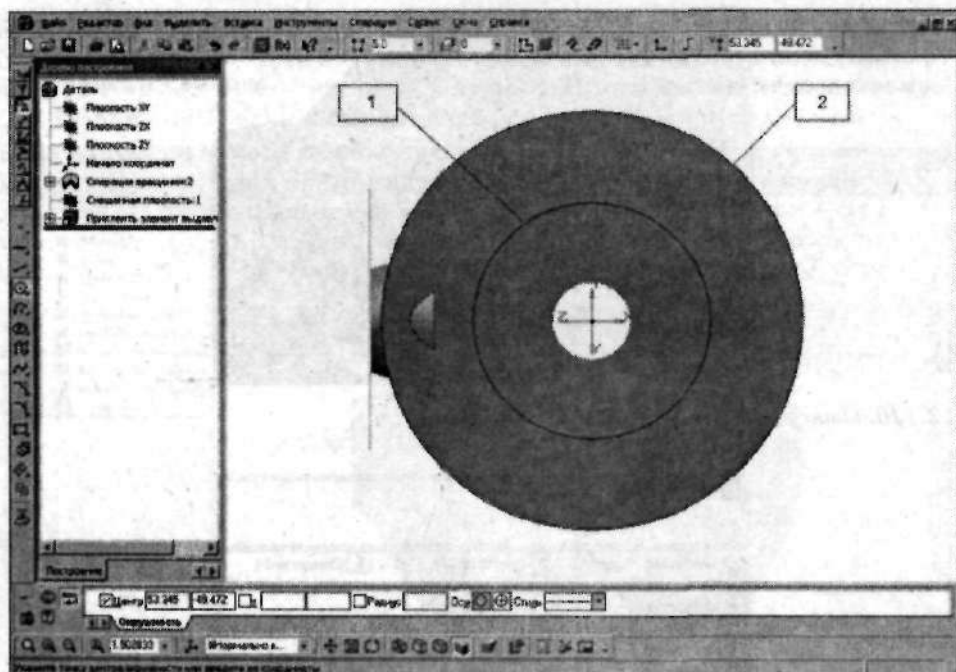

Рис. 2.109. Постройте две окружности для создания эскиза
5. Для удаления выступающей части конуса выделите торцевую грань и войдите в режим редактирования эскиза. На инструментальной панели **Геометрия** щелкните по кнопке **Окружность**. Постройте две окружности: одну по внешней кромке грани, вторую по пересечению двух цилиндров (рис. 2.109).